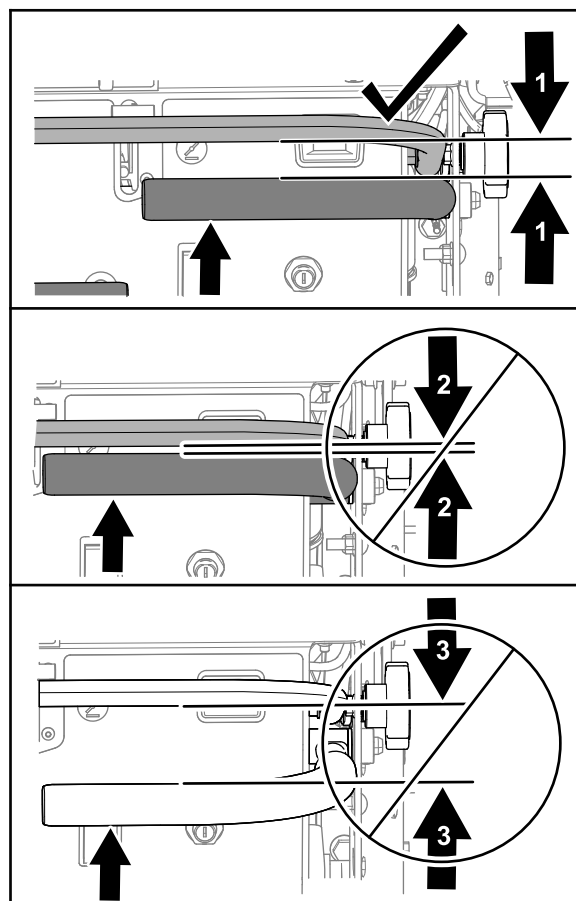

Figura 96
3. Empuje la palanca de control de movimiento hacia adelante, y mida la distancia entre la barra de velocidad y la palanca de control de movimiento (Figura 96).